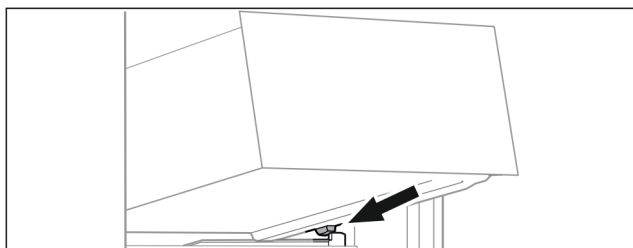

Fig. 98
- Nasadíte zásuvku šikmo za zarážky na žebrování na nádobu. (viz Fig. 98)